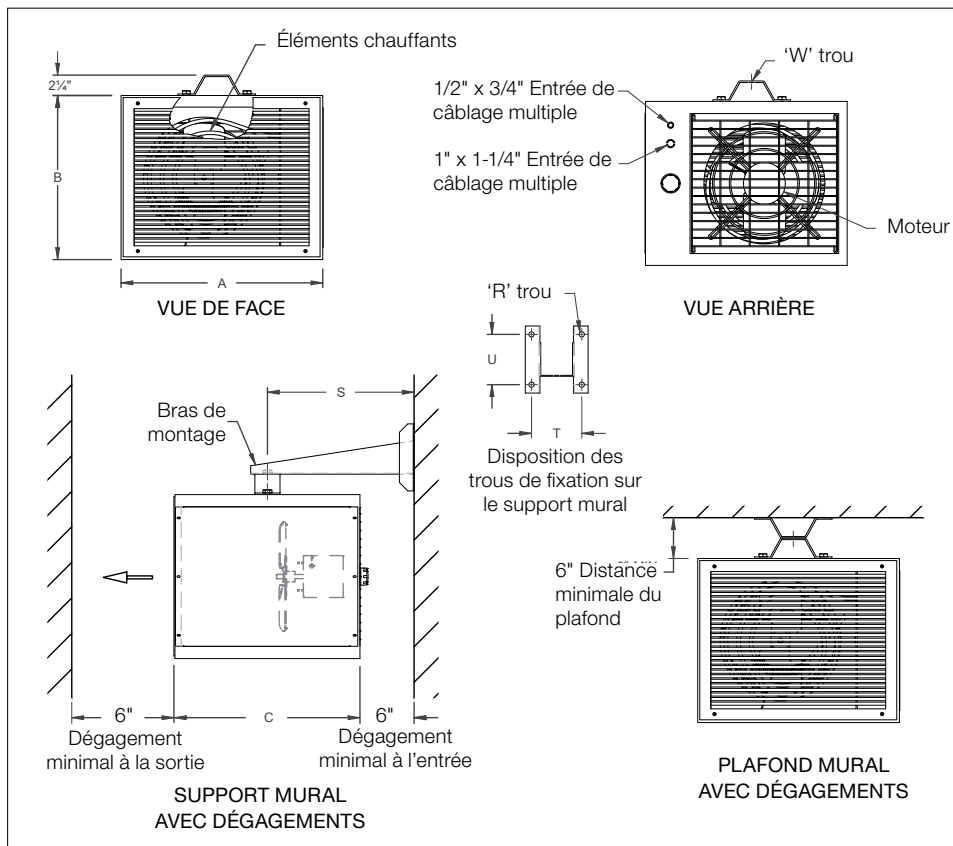

Figure 1 – Dégagement d'installation
1. Assurez-vous que rien n'obstrue l'entrée ni la sortie d'air de l'aérotherme. Référez-vous à la Figure 1 – Dégagement d'installation, page 20, pour les dégagements minimaux d'installation.